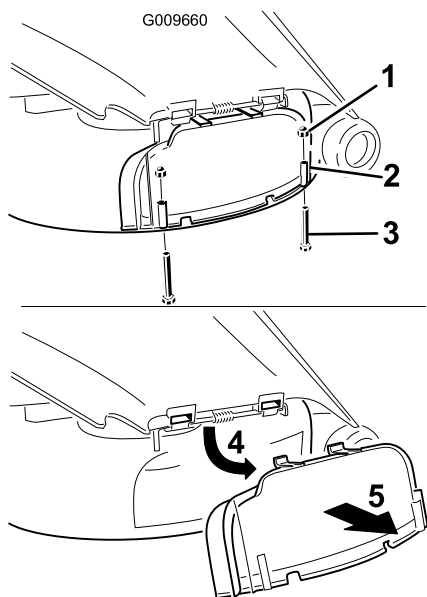

Figura 20
3. Retire los 2 pernos y tuercas que fijan la tapa de descarga al cortacésped (Figura 20).